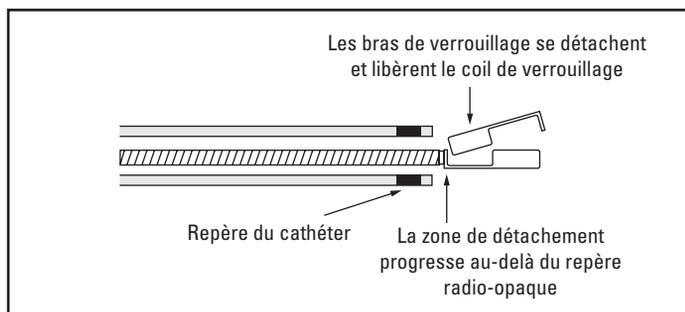

Figure 8. Mise en place du système d'occlusion IDC en fibre Interlock - 35
14. Pour déployer le coil, faire progresser doucement le guide de mise en place sous radioscopie jusqu'à ce que les bras de verrouillage dépassent l'extrémité du cathéter (figure 8). Remarque : En cas de résistance au déploiement, faire tourner lentement le guide de mise en place jusqu'à ce que le coil se déploie.